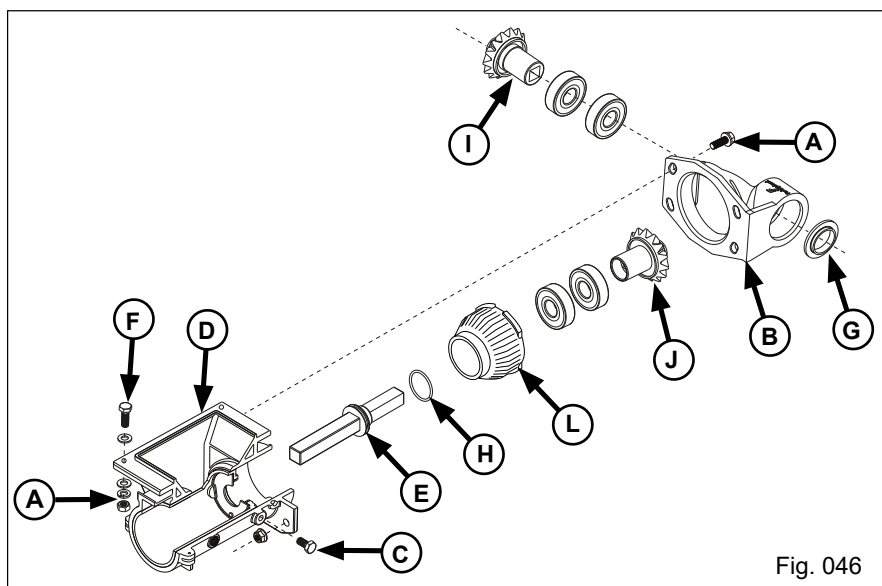

Fig. 046
e) Para a troca, limpeza ou substituição dos rolamentos e componentes do conjunto, retire o conjunto dosador da Plantadora através da remoção do eixo acionador e buchas de união, afrouxe e retire os parafusos de fixação do dosador na base do distribuidor. A seguir retire os quatro parafusos e porcas "A" de fixação do mancal suporte dos pinhões de transmissão "B", afrouxe e retire os parafusos "C" de fixação do revestimento "D", retirando a seguir o conjunto. Retire o eixo acionador "E" e remova a bucha "L" dos mancais do rolamento, fazendo a limpeza ou substituição necessária (Fig. 046).
Observe se há necessidade de montar arruelas de ajuste "H" nos pinhões "I" e "J". Havendo necessidade de substituição dos pinhões, troque as suas peças, ou seja o pinhão motriz "I" e o pinhão movido "J". Aproveite para verificar as condições do parafuso "F", caso os mesmos apresentarem corrosão excessiva, deve substituir por parafuso de inox (Fig. 046).